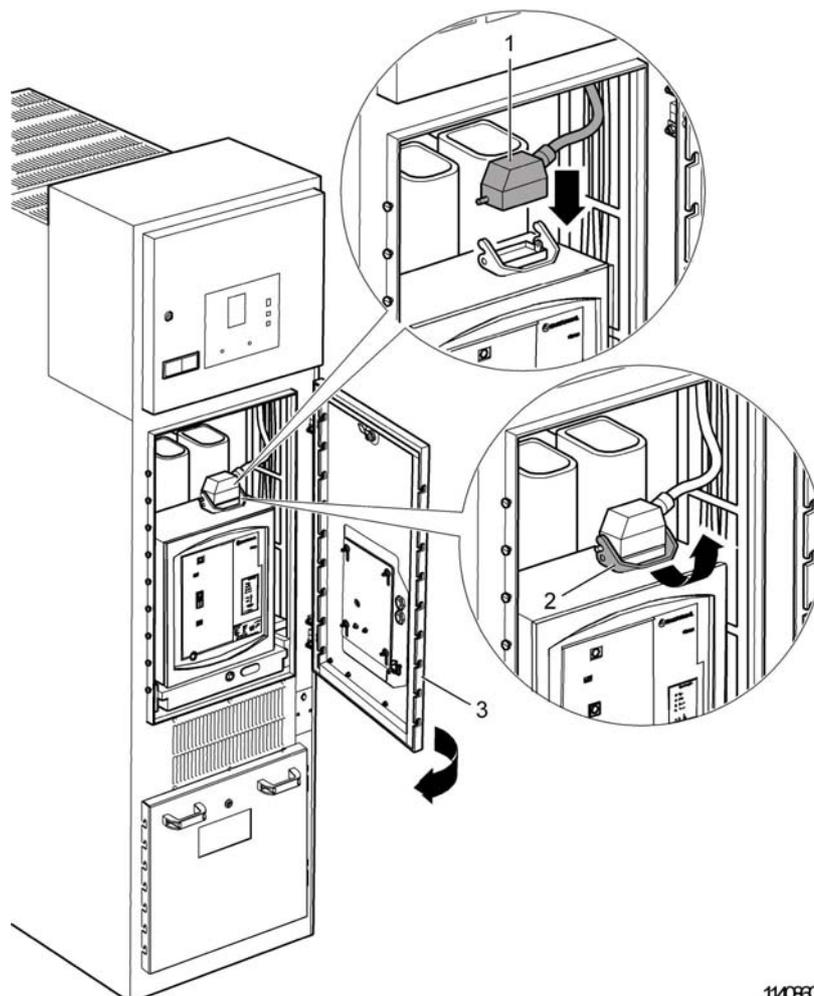

Figura 6.2
1. Insertar el conector CiBOR (véase -1- en la figura 6.2) en el acoplamiento suministrado.
Bloquear el conector CiBOR. Para ello, tirar de la barra de bloqueo (véase -2- en la figura 6.2) hasta el tope.
2. Para cerrar la puerta del compartimento del carro (véase -3- en la figura 6.2), levantar ligeramente la puerta y presionarla contra la envoltura. A continuación, dejar que la puerta baje y bloquearla con la llave del elemento de fijación.